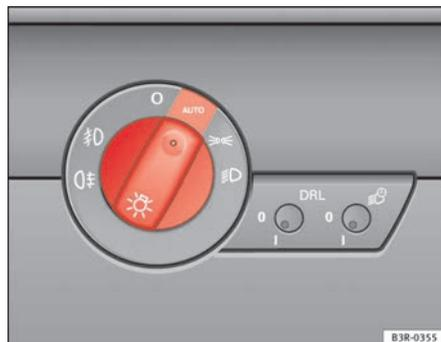

Fig. 86 Detalle del tablero de instrumentos: Conmutador de las luces
- Gire el interruptor de las luces ⇒ fig. 86 hasta la posición **AUTO**.